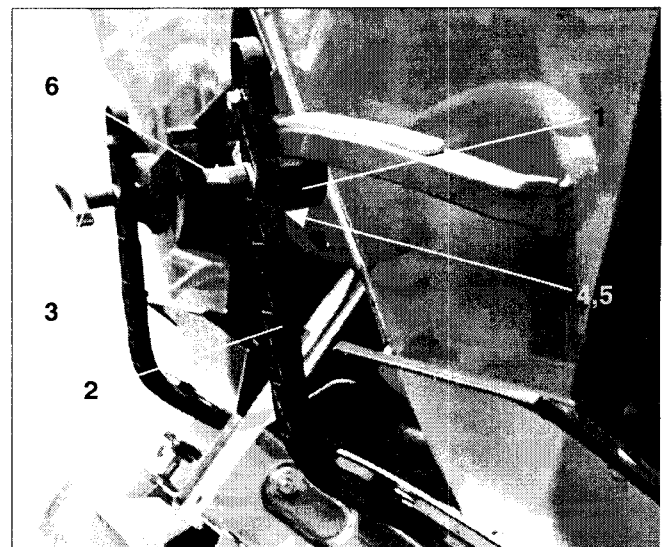
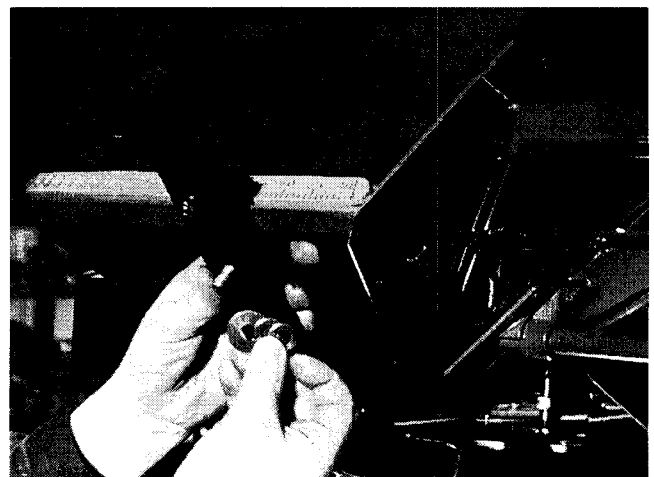

Fig. 40
Fig. 41
- Klemmvorrichtung (Fig. 40/1) für Dosierschieberhebel (Fig. 40/2) wie folgt einrichten:
- Flügelmutter (Fig. 40/3) abschrauben.
- Bolzen herausnehmen und die Position der beiden Unterlegscheiben (Fig. 40/4) von hinten (Fig. 40/5) nach vorn (Fig. 40/6) tauschen ( Fig. 41 ).